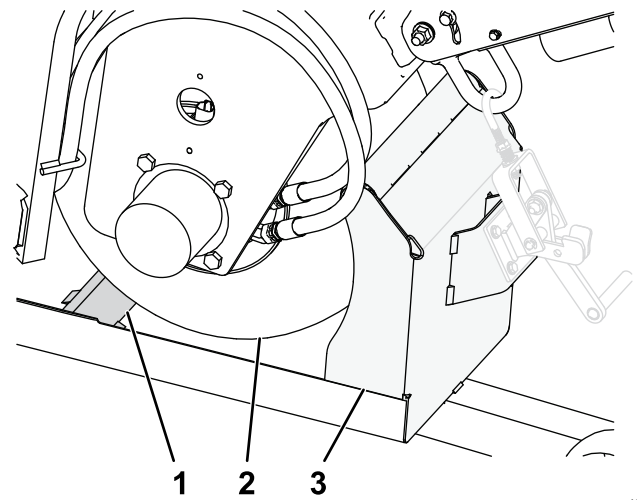

Bild 5
4. Führen Sie die Maschine langsam die Rampe hinauf und auf den Anhänger, bis das Vorderrad über den integrierten Klotz rollt und an der vorderen Schutzeinrichtung des Anhängers anliegt (Bild 5). Besteigen Sie dabei niemals die Rampe sondern bleiben Sie auf dem Boden.